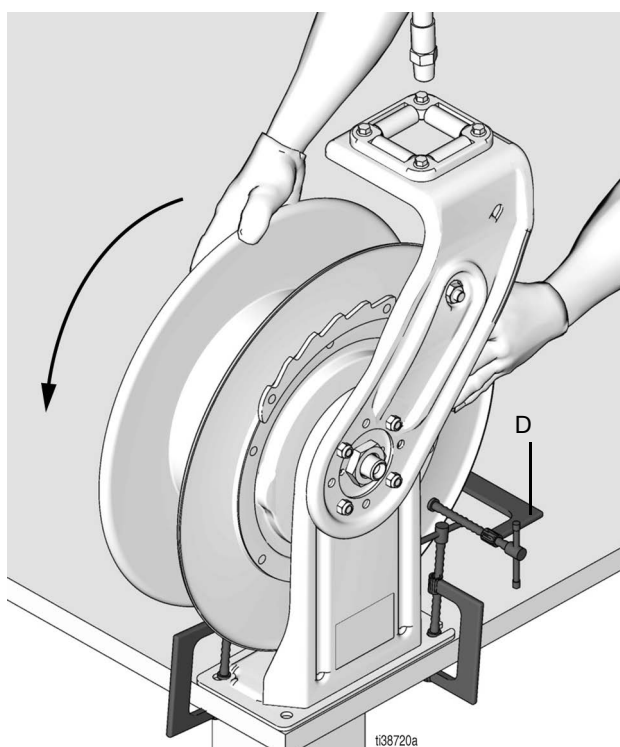
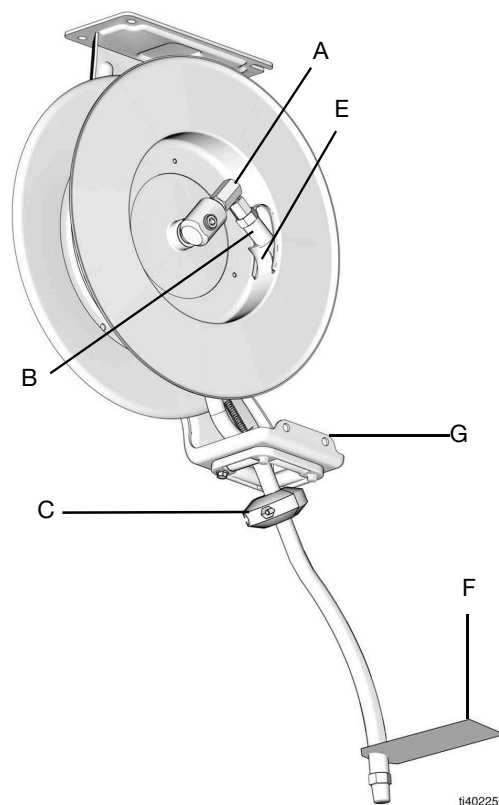
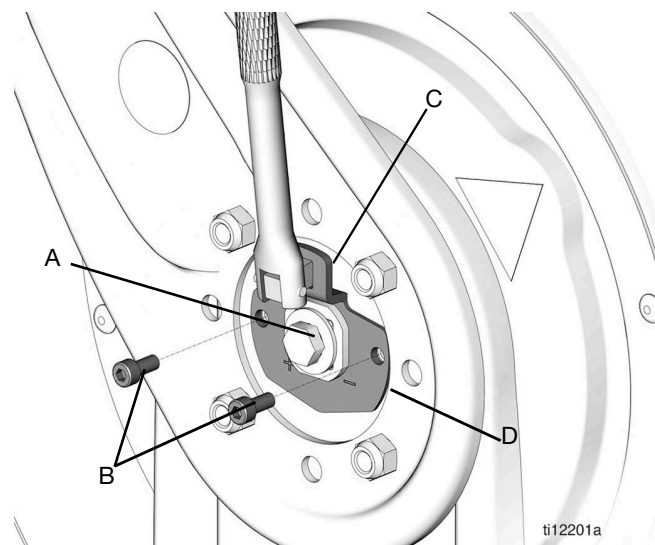

FIG. 15
FIG. 16
FIG. 17
4. En portant des gants de sécurité, saisir fermement le bord extérieur de la bride de l'enrouleur avec les deux mains. Tourner la bobine du bon nombre de rotations (voir le tableau de référence à l'étape 1), en tournant l'enrouleur dans le sens montré sur la FIG. 15.
- Arrêter l'enrouleur à un endroit permettant l'accès au raccord tournant du flexible (A) (FIG. 16), et où l'enrouleur est correctement verrouillé.
5. Avant d'installer le flexible, fixer un collier en C (D, FIG. 15) à la bride de l'enrouleur pour éviter qu'il ne se déverrouille accidentellement et tourne librement.
7. Installer la butée (C) du flexible (FIG. 16) à l'extrémité du flexible. Si le flexible comporte une étiquette d'avertissement (F), la butée du flexible doit être placée sur la même extrémité du flexible que l'étiquette d'avertissement.
8. Passer l'extrémité du flexible (B) par le guide de flexible (G) puis par l'orifice (E) dans l'enrouleur (FIG. 16).
9. Fixer l'extrémité du flexible (B) au raccord tournant de l'enrouleur de flexible (A).
10. Retirer avec précaution le collier en C (D) (FIG. 15),
REMARQUE : Les lettres de référence dans les instructions suivantes se réfèrent à la FIG. 17.
REMARQUE : Les lettres de référence dans les instructions suivantes se réfèrent à la FIG. 16 et la FIG. 17.